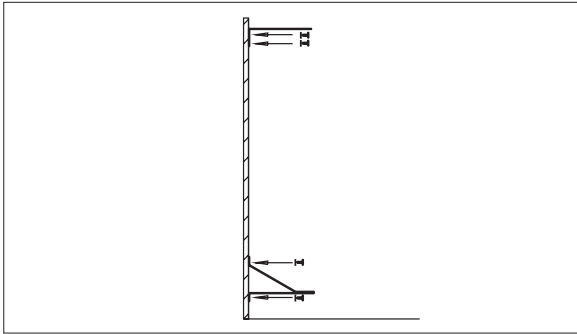

Figure 3 – Installation des supports de montage
Étape 1: Fixer les supports de fixation et de stabilisation sur la surface du mur (Figure 3, page 15).